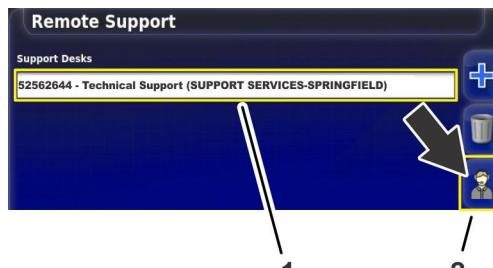

Figure 214
1. Appuyez sur l'icône BUREAU D'ASSISTANCE du service client que vous avez sauvégarde dans la liste des bureaux d'assistance (Figure 214).
2. Appuyez sur l'icône DEMANDER ASSISTANCE AU BUREAU (Figure 214).